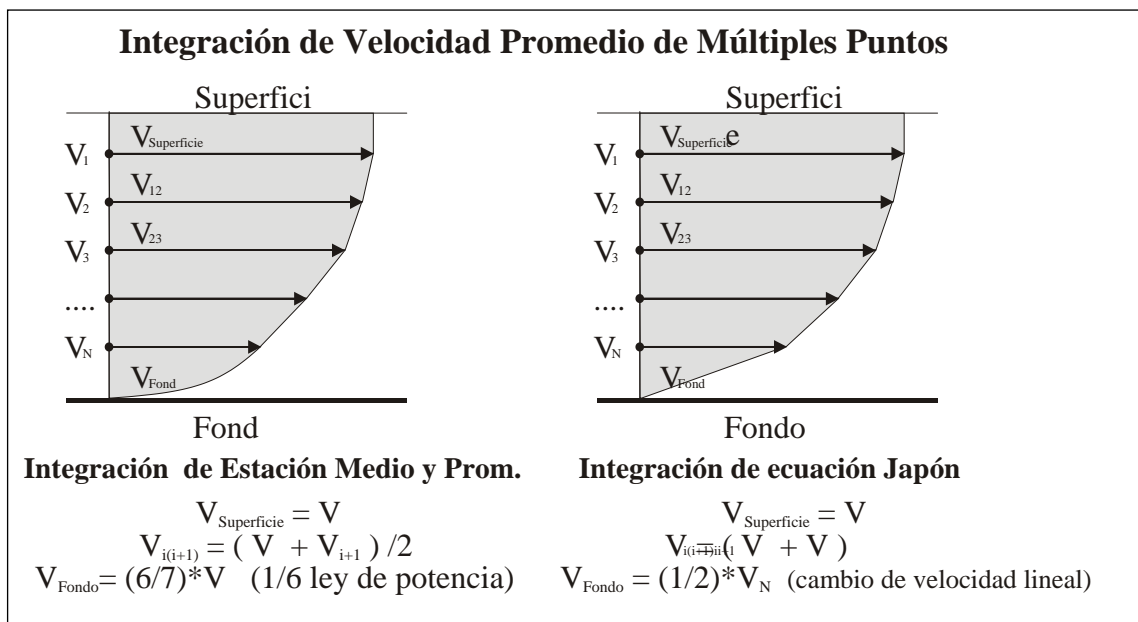

Figura 10 – Integración de Velocidad Promedio de Múltiples Puntos
- La velocidad promedio es calculada integrando todas las medidas de velocidad (Figura 10).